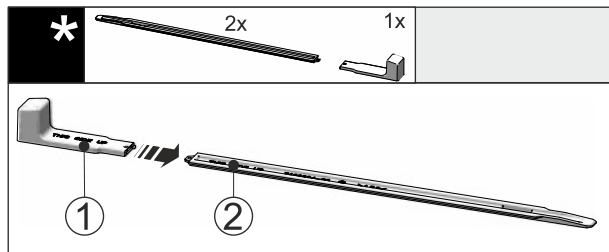

Fig. 45
- Steek de montagegreep Fig. 45 (1) op de nivelleerrail Fig. 45 (2).